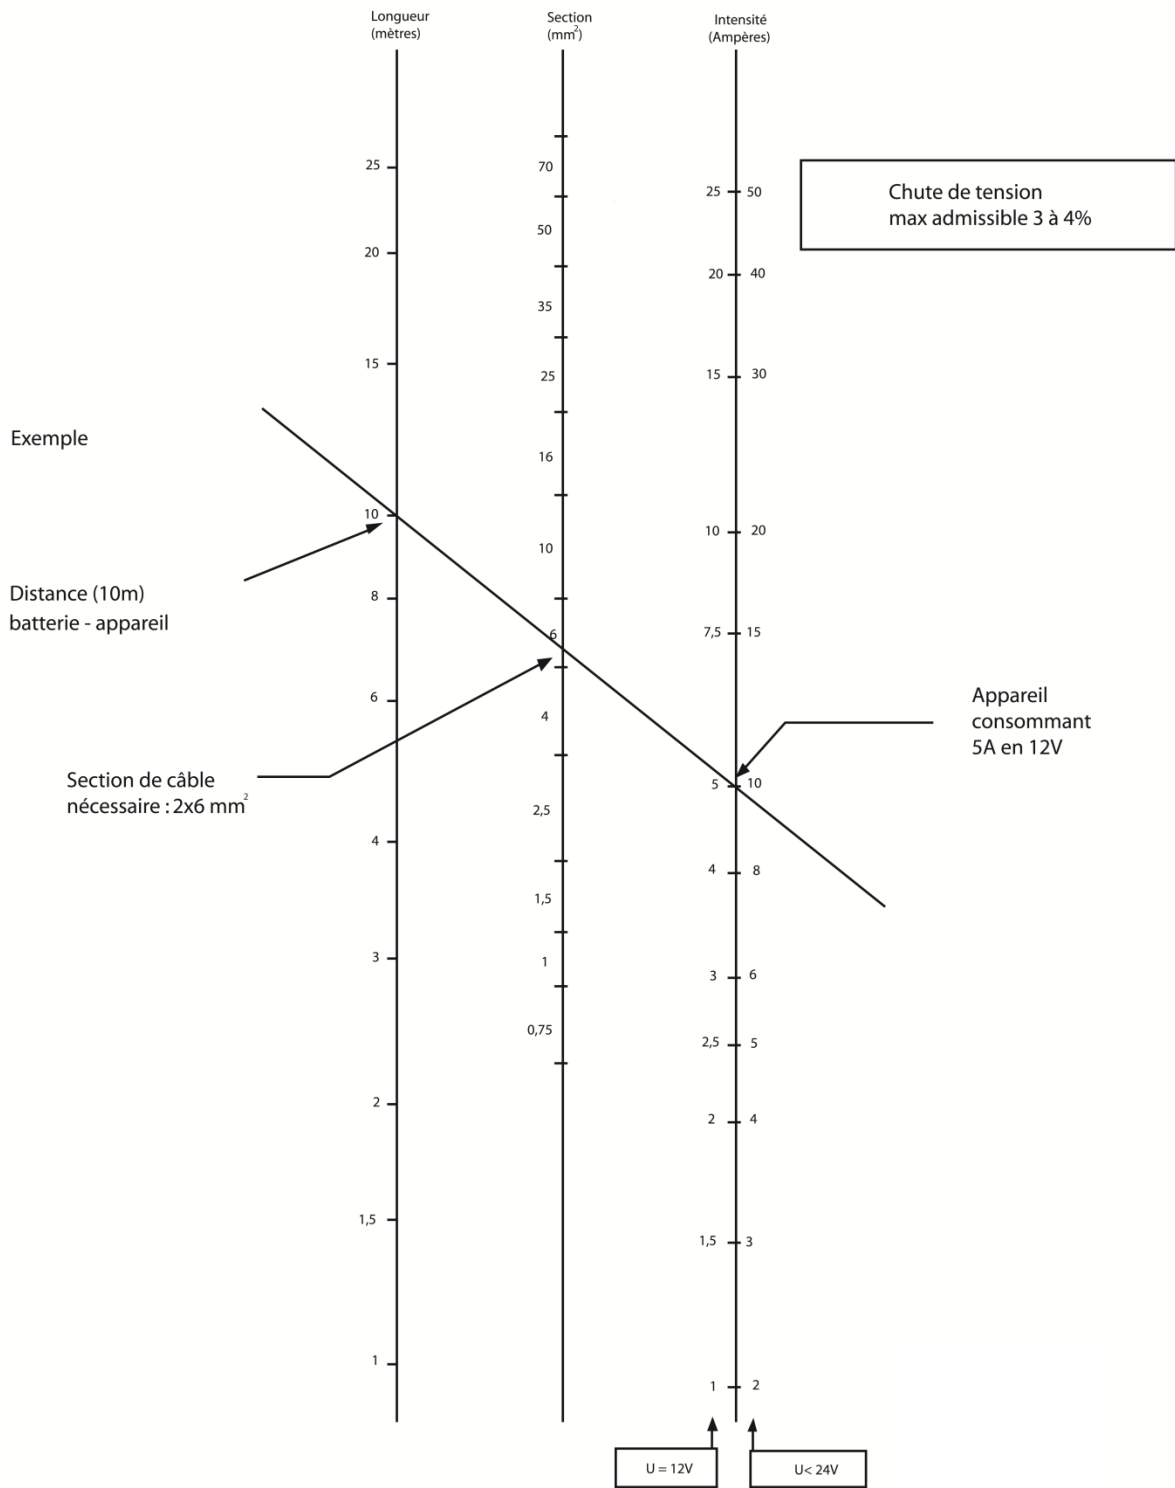

Figure 5-1 : Abaque pour la définition des chutes de tension.
- Soit à l'aide de l'abaque de la figure 5-1.